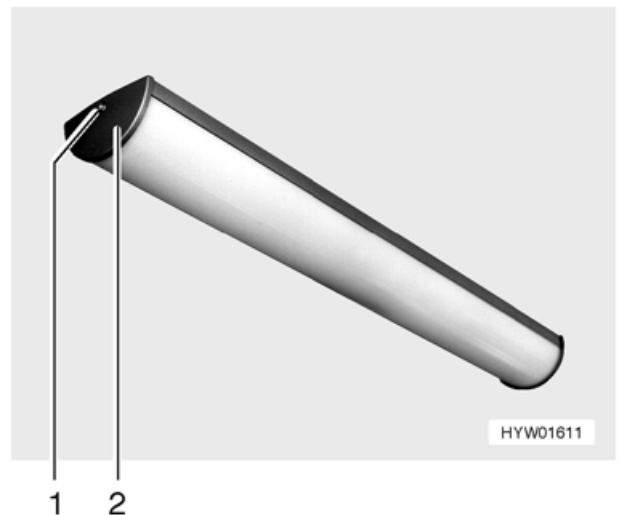

Bild 115 Wohnraumleuchte
- Schraube (Bild 115,1) herausdrehen und Abdeckung (Bild 115,2) abnehmen.